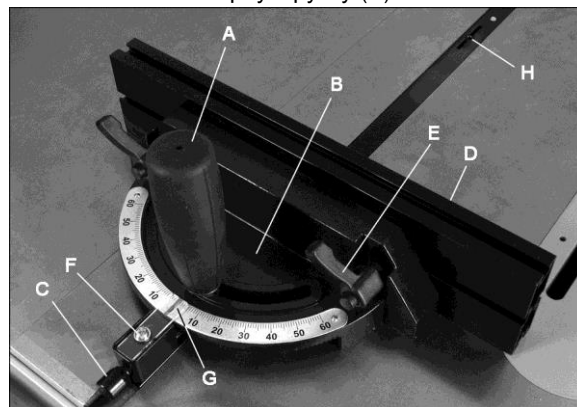

Рис. 15
Рис. 15 и 16.
2. Ослабьте стопорную ручку (А, рис. 15), поворачивая против часовой стрелки.
Выдвижную пластину (D, рис. 15) можно отрегулировать путем перемещения вправо или влево, или полностью убрав.
У линейки упора для пиления под углом есть два паза с установочными винтами (H, рис.15). Отрегулируйте установочные винты (4-мм шестигранным ключом), чтобы убрать любой зазор между линейкой и пазом для упора.